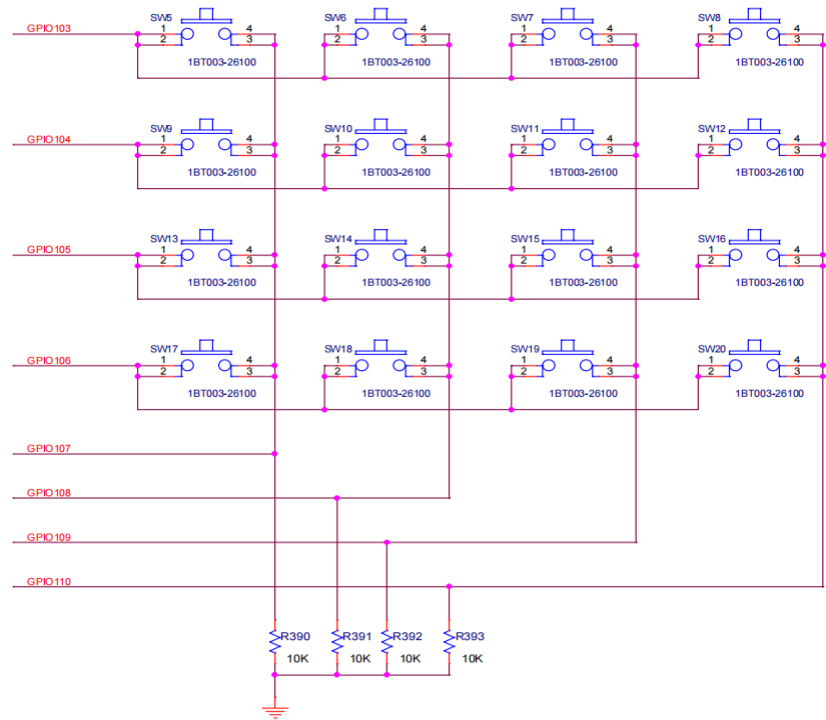

图 2-26 4*4 键盘原理图
(17) 4*4 键盘： 提供 16 个按键的输入矩阵，用于用户交互和数据输入，原理图如图 2-26。